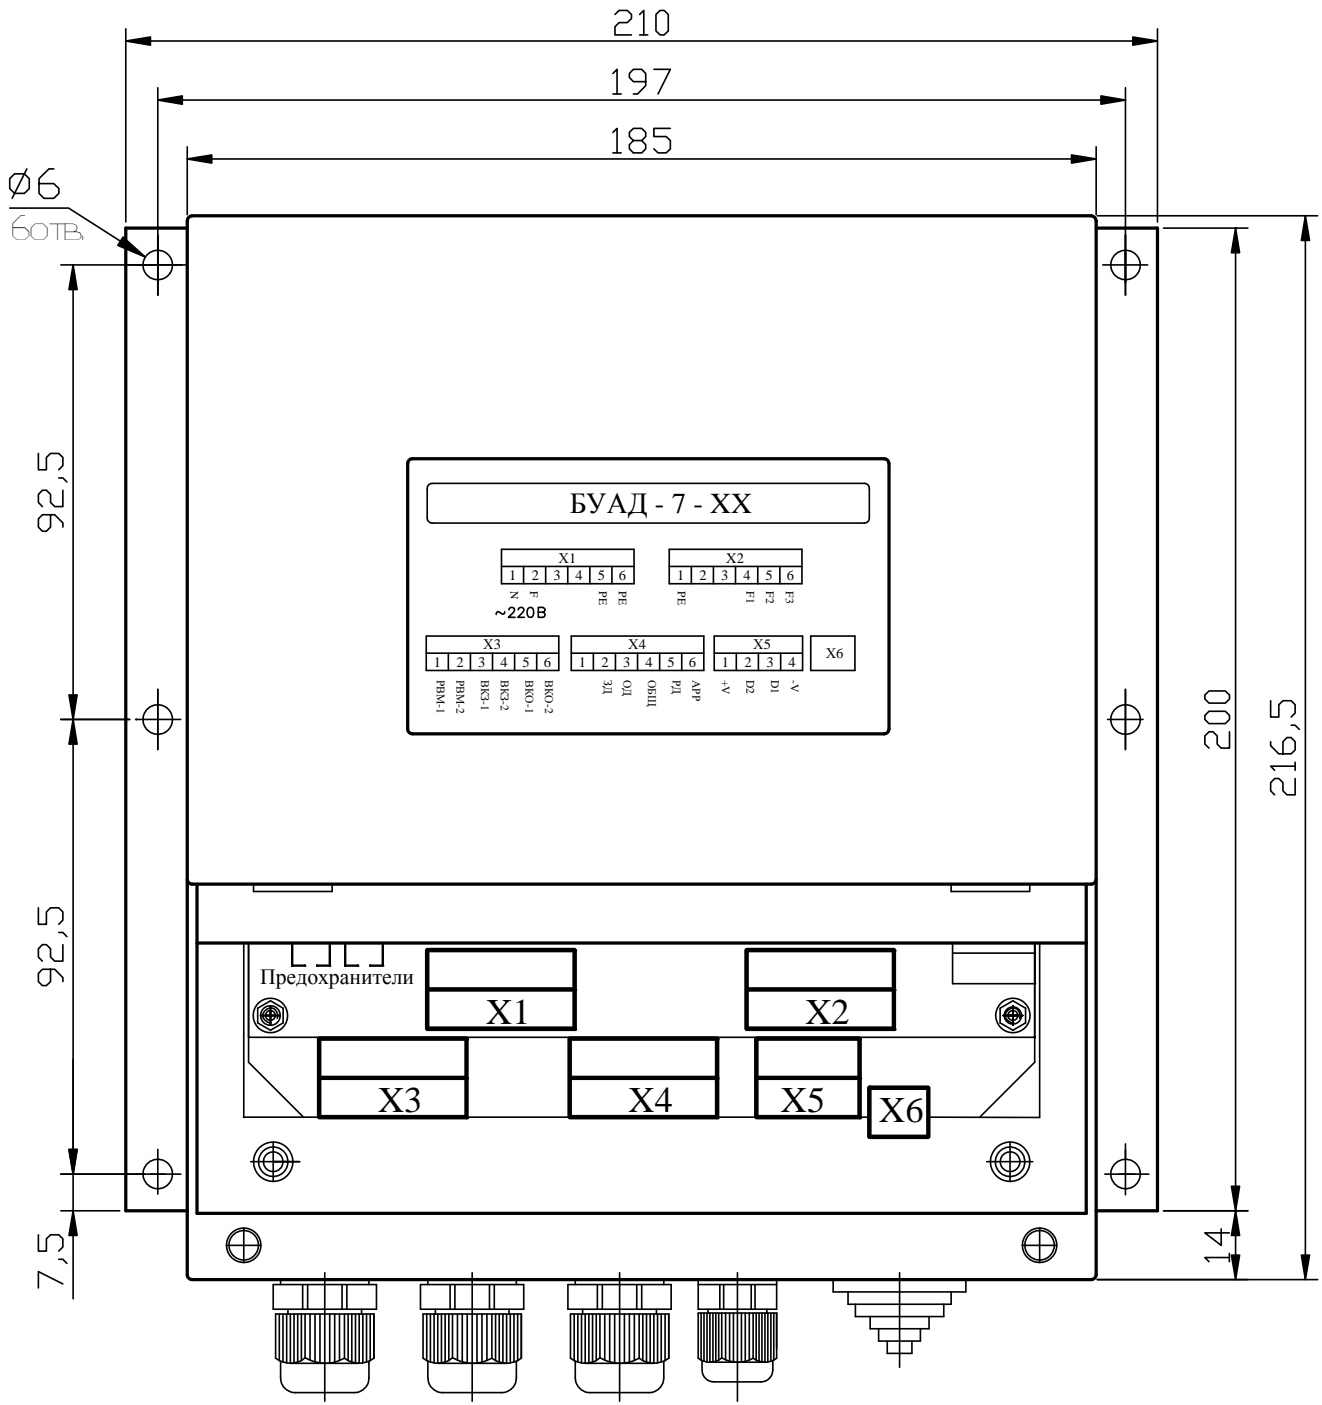
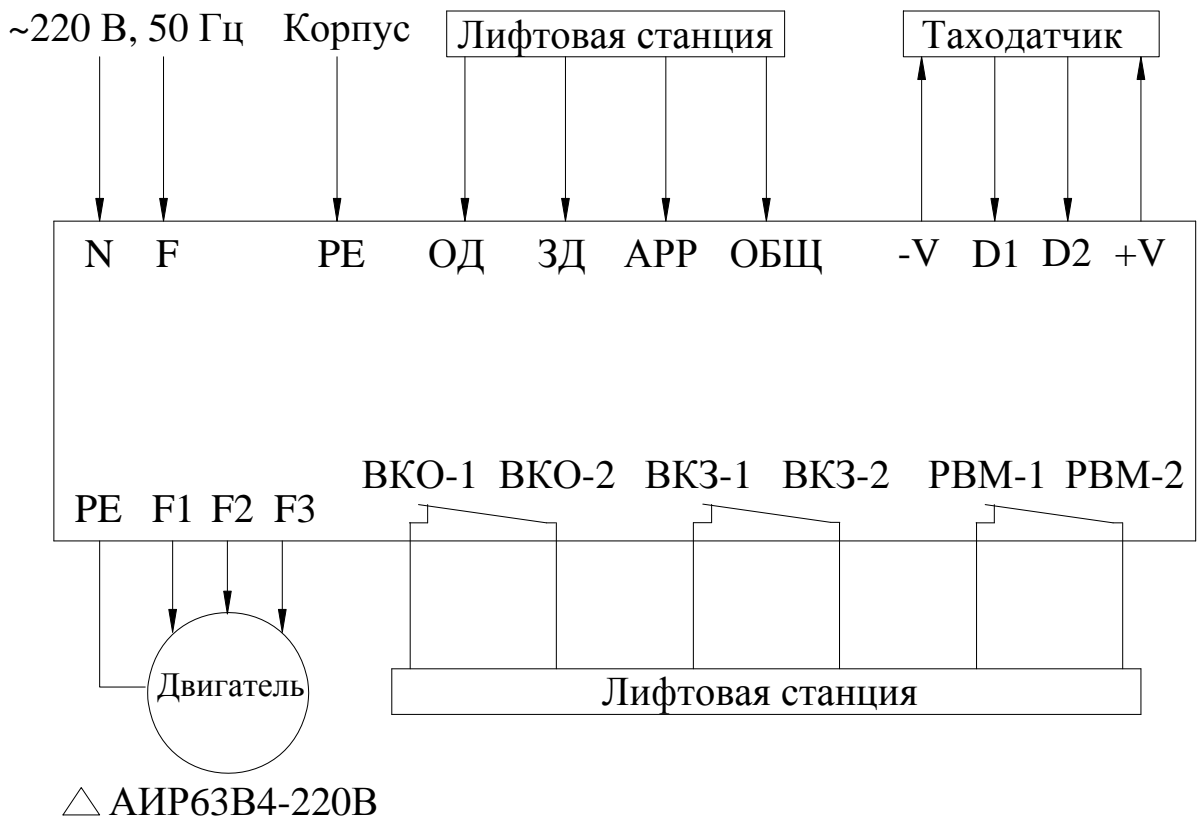
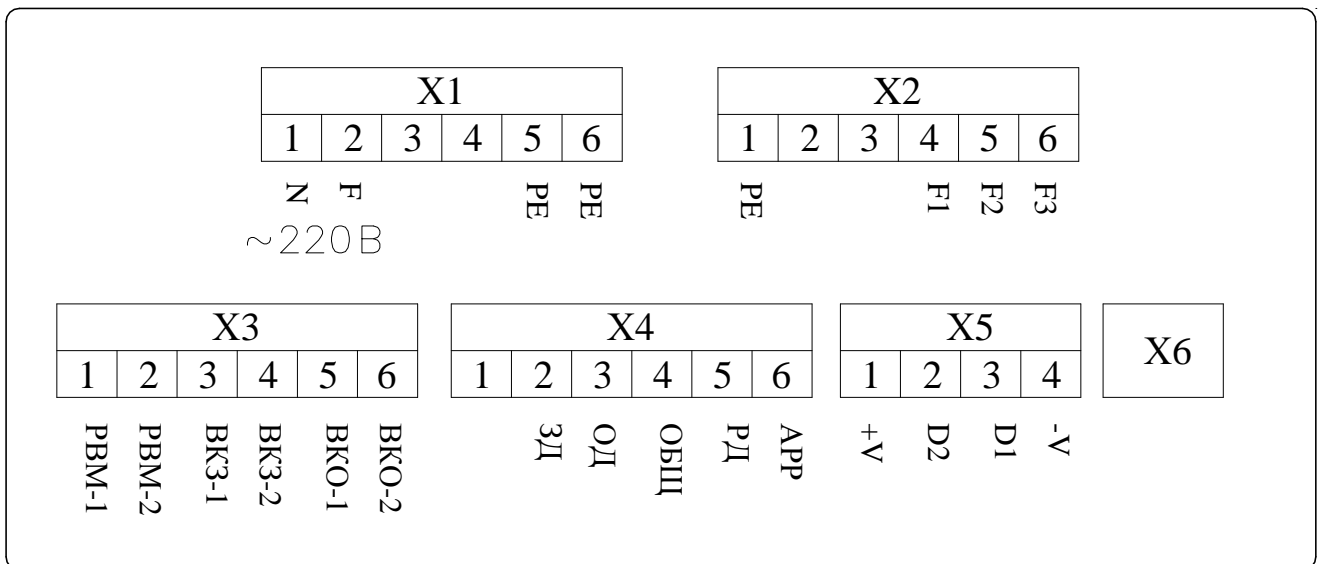

Рис.1. Габаритно-присоединительные размеры Устройства.
Рис.2. Блок-схема подключения внешних контактов БУАД-7-60.
Рис. 3. Схема подключения внешних контактов БУАД-7-60.
Габаритно-присоединительные размеры *Устройства* приведены на **рис.1**.
3.4.1. На **рис.2** показана блок-схема подключения внешних контактов *Устройства*. На **рис.3** показаны и подписаны отдельные контакты каждого из разъемов *Устройства*.
3.4.4. Внешние контакты для лифтовых станций (см. рис. 2, 3):
Узел подключения внешних коммуникаций состоит из набора кабельных выводов (рис.1), разъемов для подсоединения шин сетевого питания, цепей выходных напряжений для электродвигателя, цепей управления работой устройства, цепей подключения таходатчика (рис.2, 3), заглушки для разъема подключения устройства настройки УСНА, а также крышки, закрывающей разъемы Устройства.